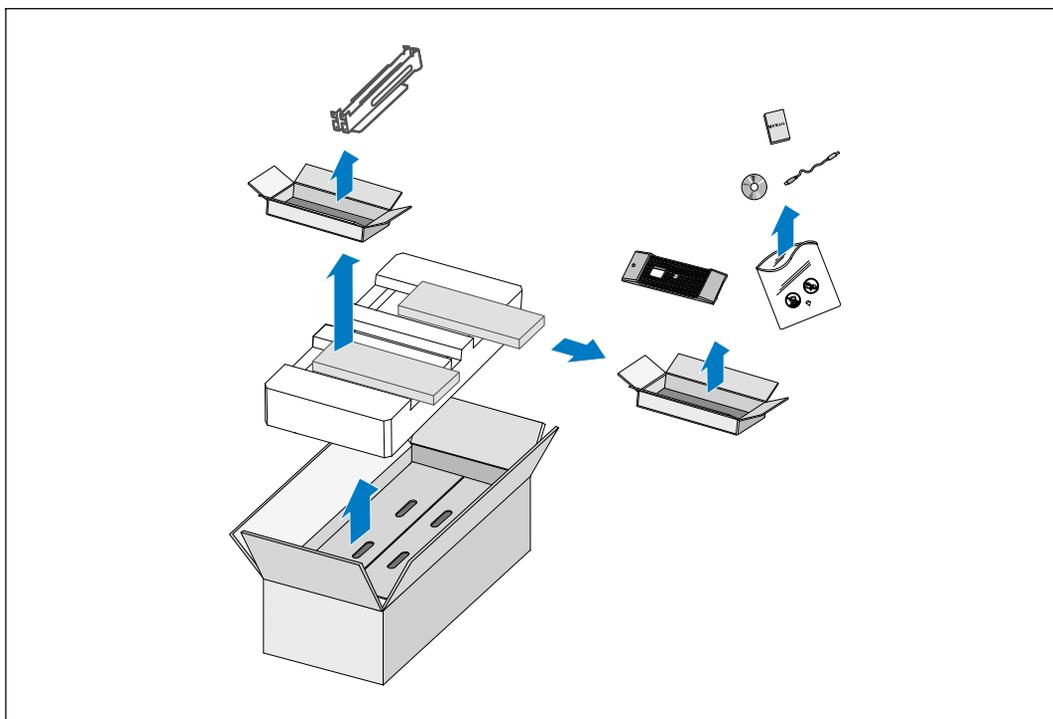

Figure 2. Déballage du module
- 1 Ouvrez le carton extérieur et retirez les accessoires emballés avec le module (voir Figure 2).